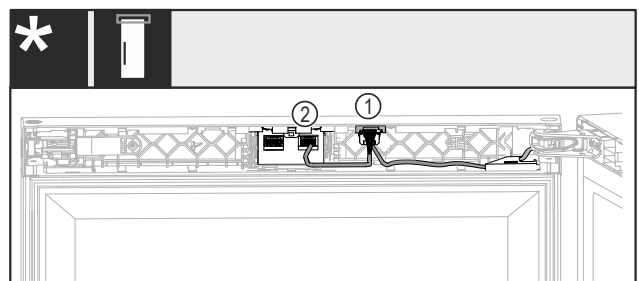

Fig. 44 Sans verrou ou verrou mécanique*
- Insérer le connecteur avec les deux câbles Fig. 44 (1) dans le guide.*
- Insérer le connecteur avec un câble Fig. 44 (2) dans le logement droit.*